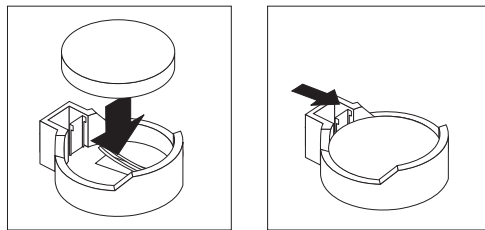

Figura 47. Inserindo a nova bateria
- b. Pressione a bateria para baixo no soquete até estalar sob a presilha da bateria, como mostrado na Figura 47.